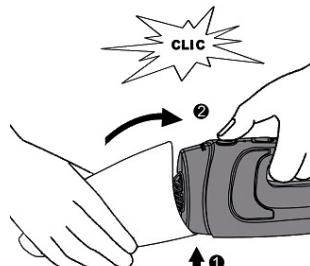
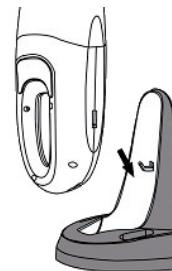

Figure 10
Figure 11
8. Replacez le réservoir sur le bloc moteur jusqu'au clic de verrouillage (Fig. 10) et remettez l'appareil sur son socle de chargement (Fig. 11).